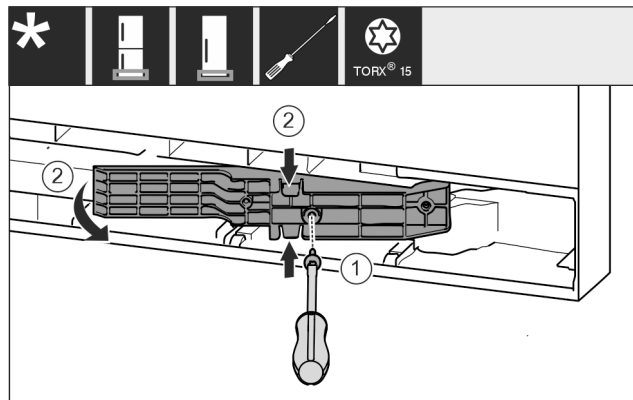

Fig. 18 *
- Schroeven met schroevendraaier T15 losdraaien. Fig. 18 (1)*
- Adapterstuk eruit trekken. Fig. 18 (2)*